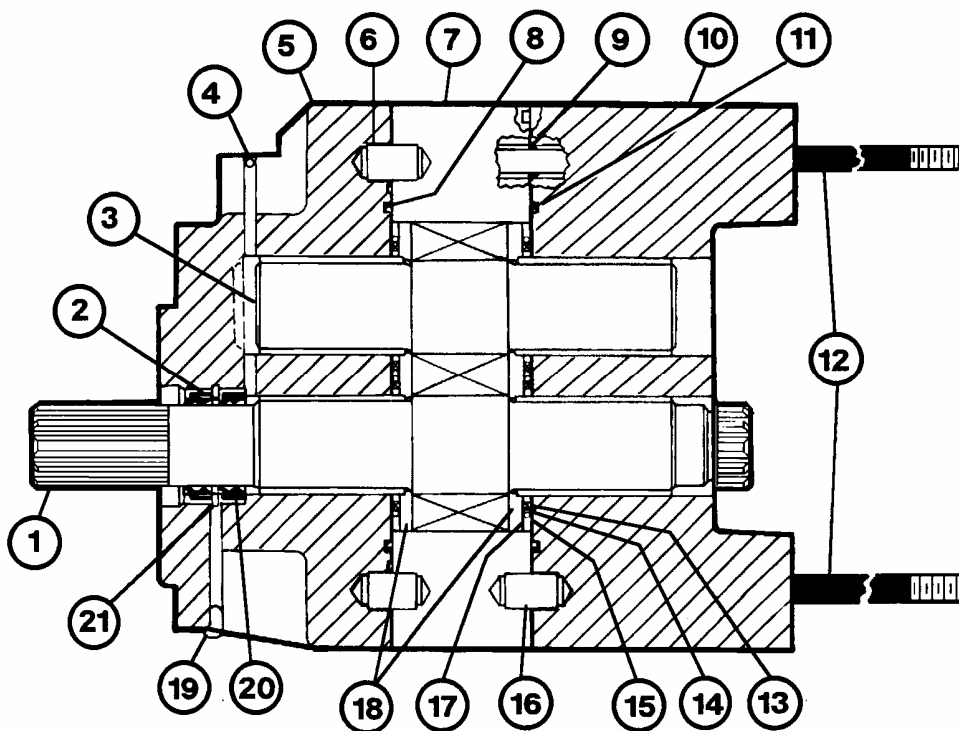

FIGURA 3-6. DESENSAMBLADO DE LA BOMBA DE ELEVACION (Sección Delantera)
10. Saque la placa de rodamientos (10, Figura 3-6). Si la placa de rodamientos está pegada, golpee levemente con un martillo plástico para soltarla. Saque los anillos de goma (9) y (11).
11. Saque los anillos de acero (13), anillo de respaldo (14), anillo de goma y retén (15) y la placa de aislación (17). Saque los pasadores (16) si están dañados o si es necesario cambiar la placa de rodamientos (10).
12. Destornille los espárragos pasantes (12) y sáquelos. Retire la pestaña (5), si está pegada golpéela levemente con un martillo plástico para soltar. Saque el anillo de goma (8). Retire los pasadores (6) si están dañados o si es necesario cambiar la pestaña (5) o la placa de engranaje (7).
13. Saque los anillos de acero, anillo de respaldo, anillo de goma y retén. Saque el engranaje de mando (1) y el engranaje de ralenti (3) de la placa de engranajes (7). Saque ambas placas de presión (18).